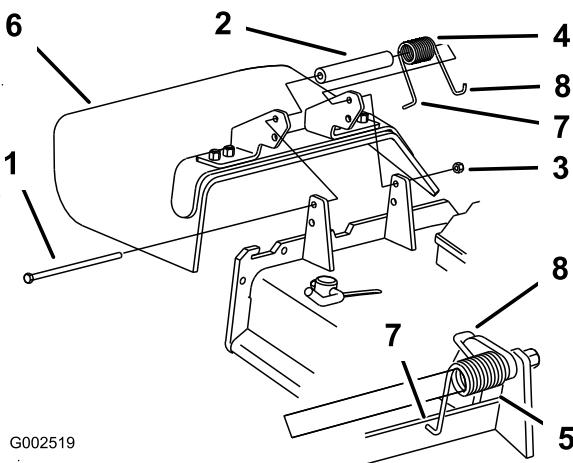

Figure 77
1. Retirez le contre-écrou, le boulon, le ressort et l'entretoise qui fixent le déflecteur aux supports de pivot (Figure 77).
5. Accrochez l'extrémité en **J** du ressort au déflecteur d'herbe (Figure 77).
Remarque: Prenez soin de placer l'extrémité en **L** du ressort derrière le bord du tablier avant de mettre le boulon en place, comme indiqué à la Figure 77.